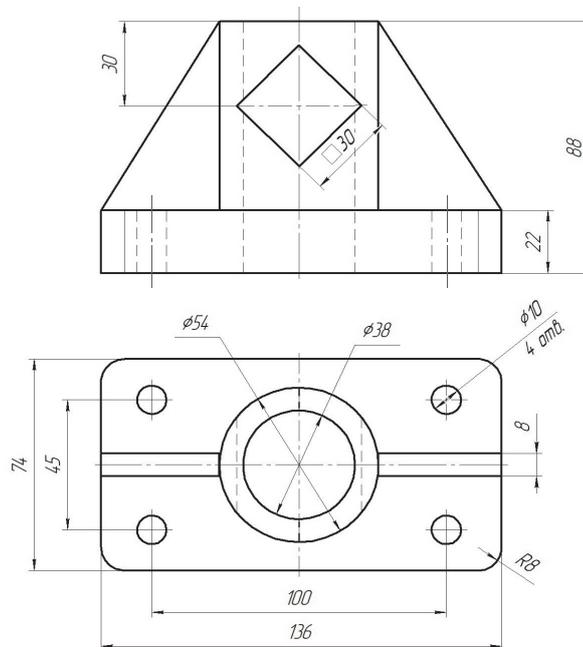

Рис. 5.1
В приложении приведены индивидуальные задания для самостоятельной работы по данной теме. К этим заданиям можно перейти только после изучения приемов моделирования детали, приведенной на рис. 5.1.
- 1-й этап – построение трехмерной модели детали по чертежу, приведенному на рис. 5.1;
Модель детали, чертеж которой приведен на рис. 5.1, строится в следующей последовательности.